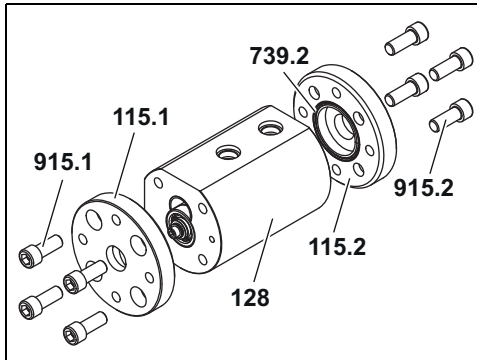

Abb. 6
1. Zylinderschrauben **915.1** und **915.2** entfernen, Flansche **115.1** und **115.2** abnehmen, siehe Abb. 6, Seite 33.